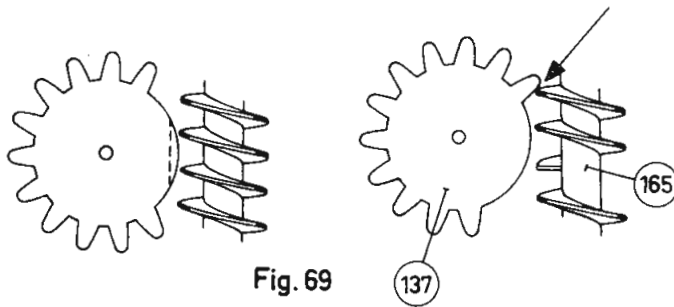

Fig. 69
B) Het is in de praktijk gebleken, dat jengel kan ontstaan door het niet in het arrêt komen van de commando-as. De worm van de draaitafel pos. 165 raakt dan bij elke omwenteling de laatste tand van het nylon tandwiel pos. 137 waardoor de draaitafel wordt afgeremd (zie fig. 69). Het kan een kwestie zijn van slechts enkele graden welke de nokkenschijs pos. 133 nog moet draaien om in het juiste arrêt te komen.
C) Ook is wel gebleken, dat bij een hoge vochtigheidsgraad het nylon tandwiel pos. 137 en de kogelkooi pos. 162 iets uitzetten. Hierdoor is het mogelijk, dat het tandloze gedeelte van het tandwiel pos. 137 de worm aan de draaitafel 165 raakt (zie fig. 69).